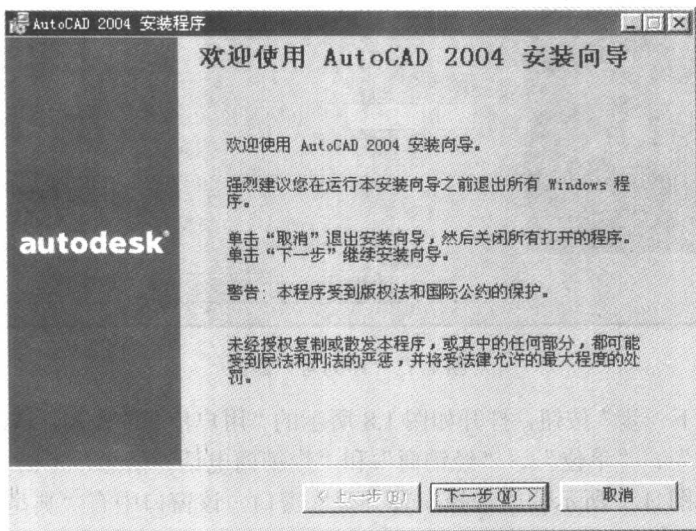

图 1.5 欢迎界面
- (3) 单击其中的“安装”标签, 将打开如图 1.5 所示的欢迎“使用 AutoCAD 2004 安装向导”窗口, 单击“下一步”按钮。